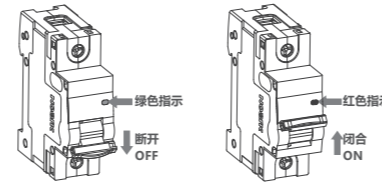

图2 产品闭合、断开状态指示
5.1 安装使用前先检查断路器标志与所使用的工作条件是否相符；通电前，先人为操作几次断路器，其机构动作应灵活、可靠、无阻滞现象。产品闭合、断开状态指示如下图2。